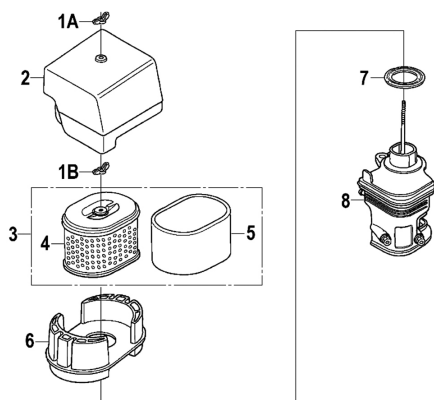

Рис. 20 Обслуживание воздушного фильтра
1. Открутите барашковую гайку 1А и снимите крышку 2 воздушного фильтра (Рис. 20).
2. Открутите барашковую гайку 1В и извлеките из корпуса воздушный фильтр 3 в сборе (Рис. 20).
3. Проверьте целостность и чистоту фильтрующих элементов. Поролоновый (предварительный) фильтрующий элемент 5 установлен в корпусе бумажного фильтрующего элемента 4 (Рис. 20).
4. При незначительном загрязнении промойте поролоновый фильтрующий элемент 5 (Рис. 20) теплым мыльным раствором и просушите. Поврежденный или сильно загрязненный поролоновый фильтрующий элемент замените.
тра, не допуская попадания пыли и грязи в воздуховод, ведущий к карбюратору (Рис. 20).
7. Перед установкой воздушного фильтра 3 убедитесь, что уплотнительное кольцо 7 воздушного фильтра находится на месте и не имеет повреждений (Рис. 20).